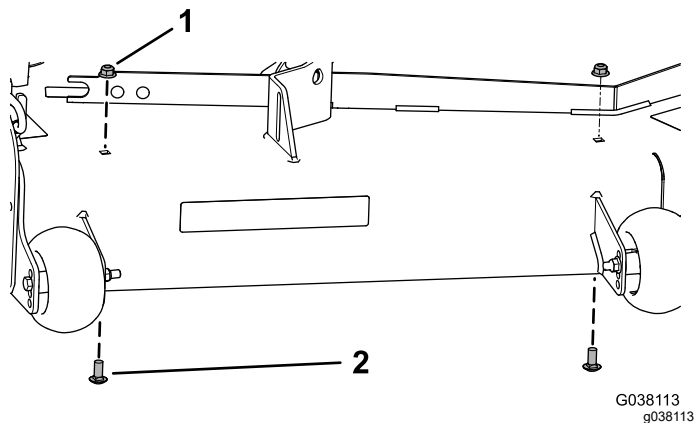

図 34
1. デッキから既存のフランジナット3/8"2個とキャリッジボルト3/8 x 7/8"2本を外す 図 34。